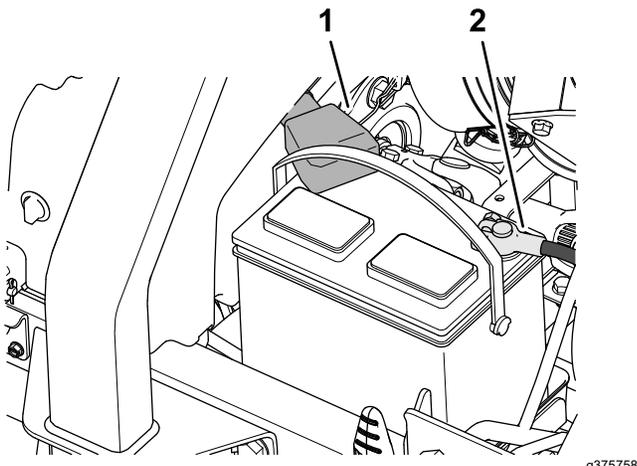

Figure 95
1. Branchez le câble positif (rouge) de la batterie sur la borne positive (+) de la batterie (Figure 95).